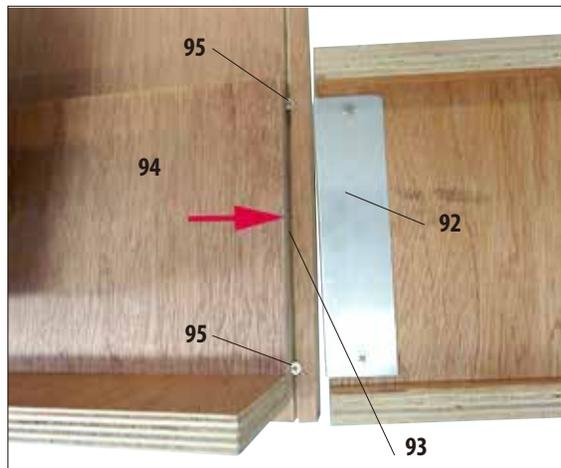

Abb. 9
- Diese Schienen jeweils links und rechts mit dem Blech (92) in die Nut (93) in der Palette so einhängen, dass sie bündig mit dem Holzbrett (94) abschließen, auf dem das Gerät steht (Abb. 9).
- Dabei darauf achten, dass sich das Blech (92) zwischen den beiden Schrauben (95) in der Nut befindet. Diese Schrauben verhindern, dass sich die Schiene seitlich verschieben kann.